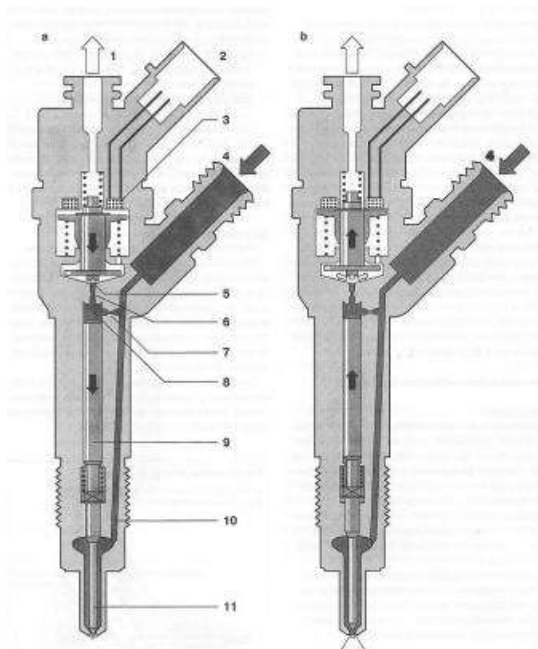

Рис. 5.4 Форсунка:
5.1.4 Форсунка (рис. 5.4)
Топливо в форсунку (рис. 5.4) подается через входной штуцер высокого давления (4) и далее в канал (10) и камеру гидроуправления (8) через жиклер (7). Камера гидроуправления соединяется с линией возврата топлива (1) через жиклер камеры гидроуправления (6), который открывается электромагнитным клапаном.